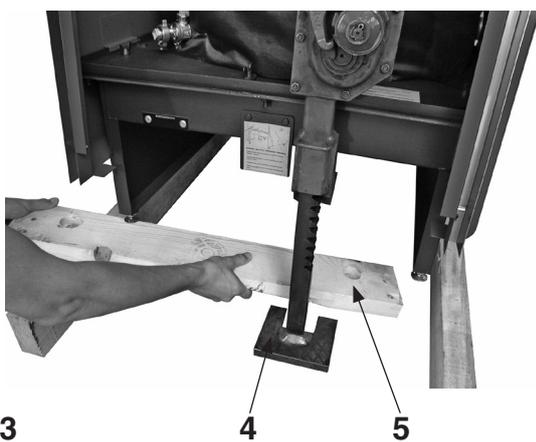

Fig. 3
4. Con il martinetto (4, fig. 3) sollevare la caldaia dal lato anteriore e rimuovere la barra trasversale anteriore (5).